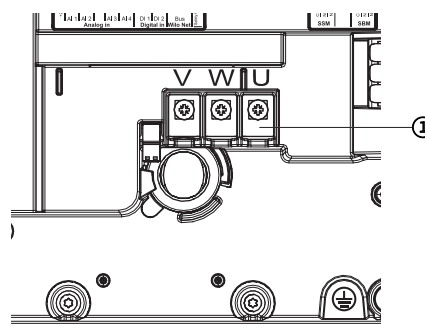

Fig. 114: Bornes de conexión del motor V, W, U
5. Suelte el cable de conexión del motor (Fig. 114).